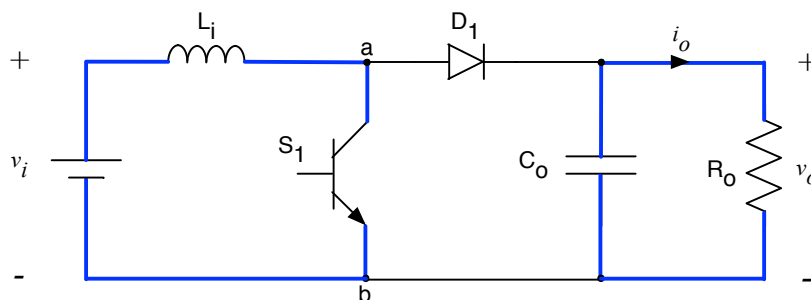

Figura 13 – Primeira etapa de operação do conversor Boost.
- Primeira etapa (0 até $D \cdot T_s$) - o interruptor S_1 é comandado a conduzir, ou seja, está fechado; o diodo D_1 está bloqueado. A tensão após o interruptor (v_{ab}) é zero (considerando interruptor ideal com $V_{S1} = 0$). A carga é alimentada pelo capacitor de saída C_o . A corrente no indutor L_1 cresce linearmente, armazenando a energia fornecida pela fonte. Esta etapa é mostrada na Figura 13;